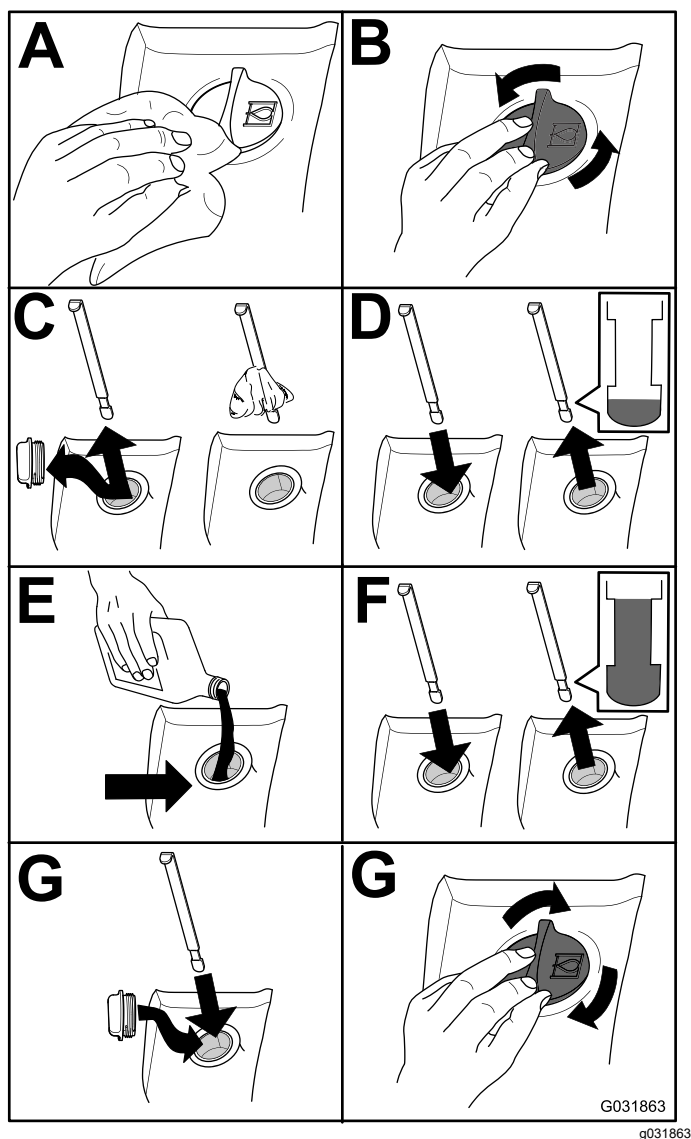

Figure 79
2. Contrôlez le niveau de liquide hydraulique (Figure 79).